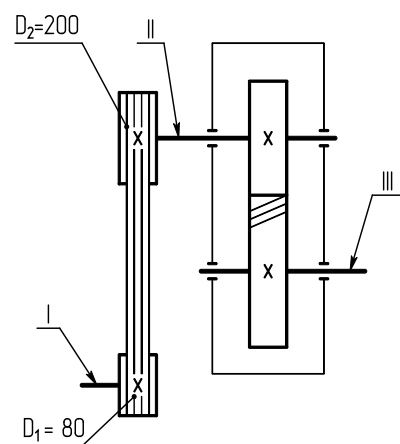

Рис. 23
2. Двухступенчатая передача (рисунок 23) состоит из клиноременной передачи и одноступенчатого цилиндрического редуктора. Мощность на выходном валу $P_3 = 6,8$ кВт, частота вращения выходного вала $n_3 = 205$ об/мин, передаточное число редуктора $u_2 = 2,8$. КПД ремённой передачи $\eta_1 = 0,95$. КПД редуктора $\eta_2 = 0,9$.